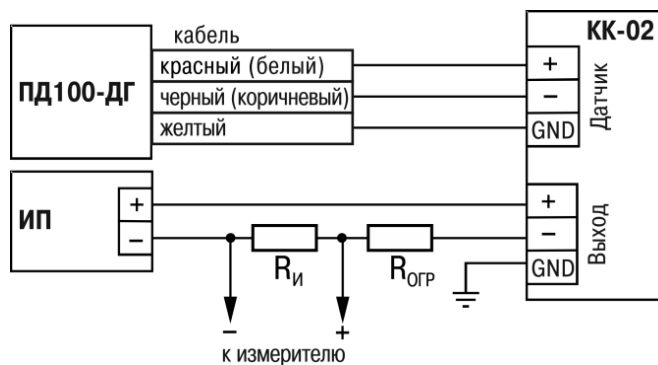

Рисунок 4 – Схема подключения
- 2) продеть кабель от датчика ОВЕН ПД100-ДГ через кабельный ввод 3 и закрепить провода кабеля на плате 4 в винтовом разьеме «Датчик» в соответствии со схемой (см. рисунок 4);
- 4) продеть сигнальный кабель через кабельный ввод 5 и закрепить провода в винтовом разьеме «Выход» в соответствии со схемой (см. рисунок 4) и затянуть гайку кабельного ввода 5;